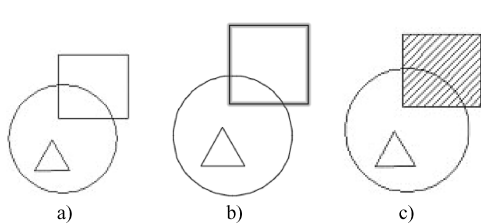

图 3-13 选择边界对象
(2) 选择边界对象：指定基于选定对象的图案填充边界。使用该选项时，不会自动检测内部对象，必须选择选定边界内的对象，以按照当前孤岛检测样式填充这些对象，如图 3-13 所示。